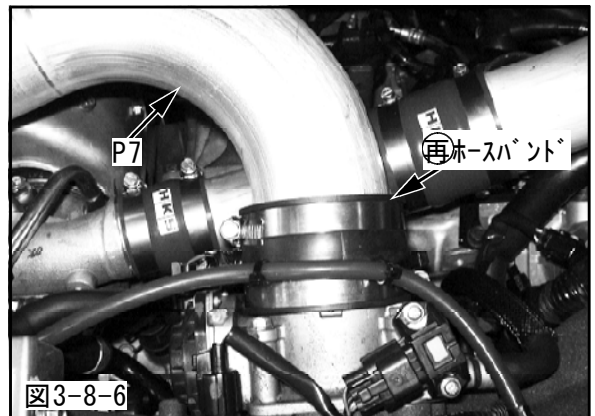
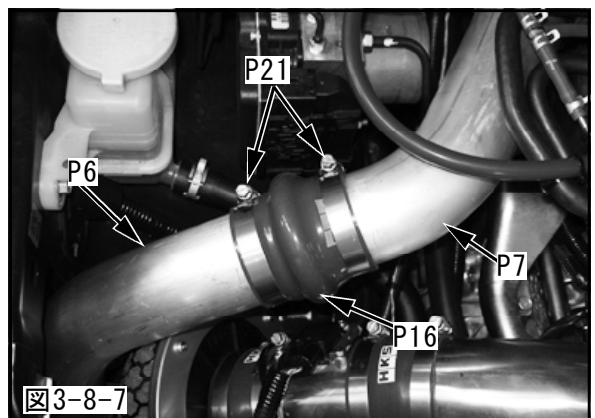

図3-8-6
図3-8-7
- (7) アウトレットパイプNo.3を(4)で仮付けしたアウトレットパイプNo.2とスロットルに仮付けしてください。(図3-8-6, 図3-8-7)